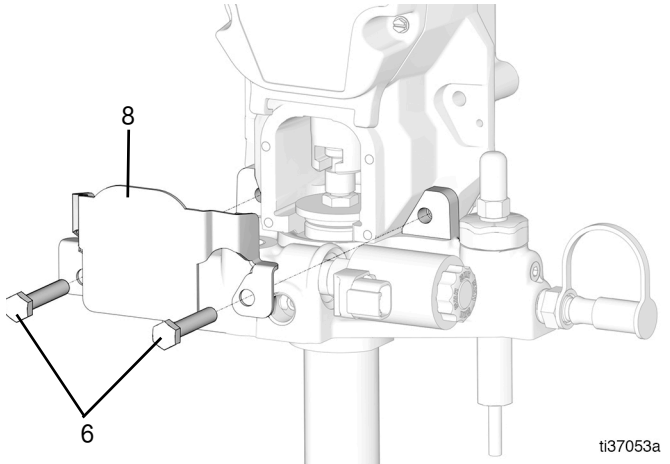

图 32
10. 从保护盖 (8) 上卸下两个螺栓 (6) 和两个螺母 (未显示) (图 32)。